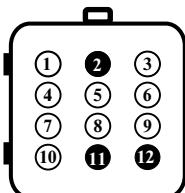

Рис. 3.7
Автомобили ГАЗ могут комплектоваться другим типом диагностических колодок. Внешний вид колодки (ДК) приведен на рис. 3.7.
**Контакт с белым кембриком** подключите к цепи К-линии диагностики: к контакту “11” диагностической колодки (К-линия), рис. 3.7.